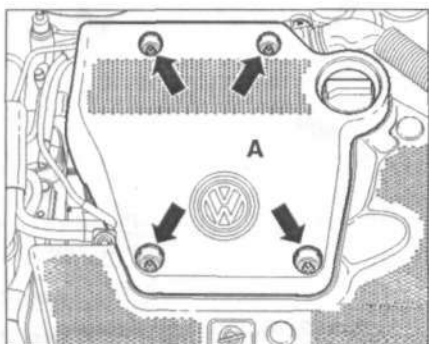

Рис. 2.16. Открутите крепежные гайки (стрелки) и снимите крышку А двигателя.
7. Открутите крепежные гайки (стрелки) и снимите крышку А двигателя (рис. 2.16).